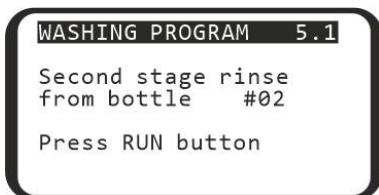

Figura 11. Confirmação do segundo frasco
5.7.3 Se a operação requer lavagem em dois canais (parâmetro **Em dois canais** configurada para **SIM**), depois de iniciar o programa, a unidade solicita a confirmação do número correto do frasco para a segunda lavagem. (figura 11) Selecionar o número do frasco necessário utilizando as teclas + e – e pressione a tecla **Run/Stop**.